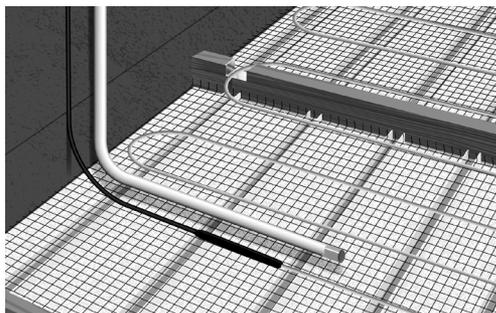

Fig. 17. Placer et fixer le tuyau vide entre 2 câbles
8. Installer un tuyau de conduite pour le capteur de sol. Veiller à ce que l'extrémité du tuyau de conduite soit située au même niveau que le câble chauffant et entre deux boucles de câble, à environ 50 cm du mur. Sceller l'extrémité du tuyau de conduite (Fig. 17).